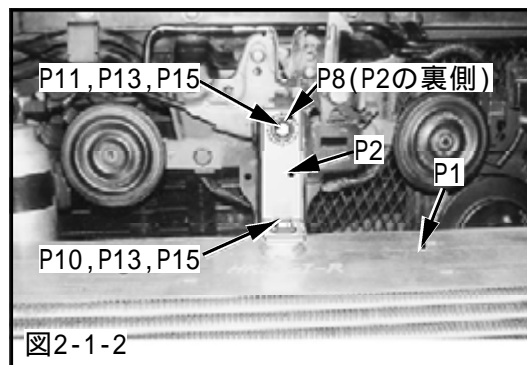
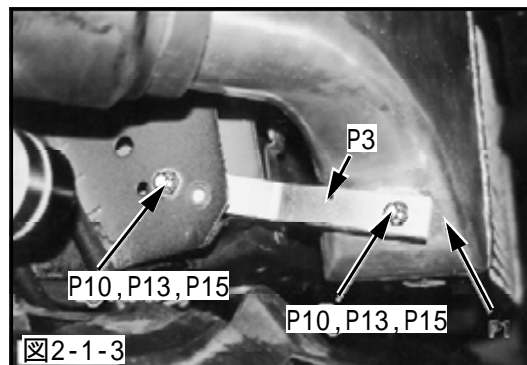
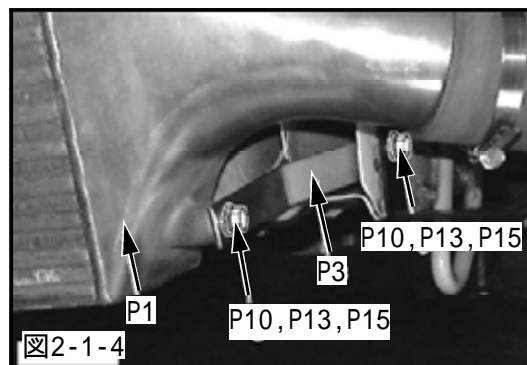

図2-1-2
図2-1-3
図2-1-4
(P2×1,P8×1,P11×1,P13×1,P15×1)(図2-1-2)
(P3×2,P10×2,P13×2,P15×2,)(図2-1-3,図2-1-4)
(P10×3,P13×3,P15×3)(図2-1-2,図2-1-3,図2-1-4)
- (6) インタークーラステー 1,インタークーラステー 2を本締めしてください。(図2-1-2,図2-1-3,図2-1-4)
- (7) レインフォースを取付けてください。